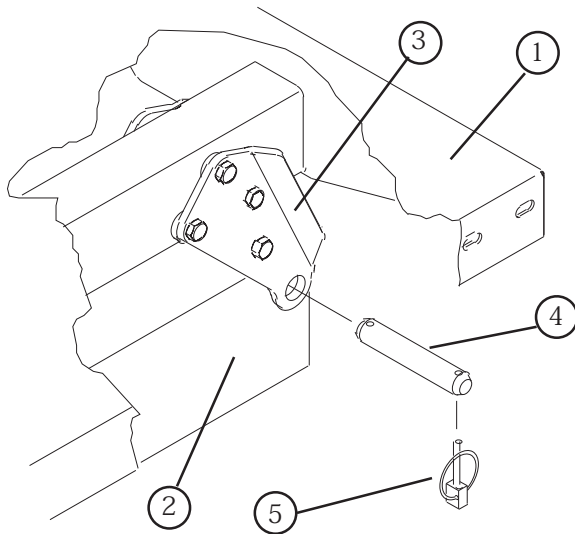

図 10
3. シリンダロッドの端部を荷台取り付けプレートのスロットに固定しているクレビスピンを外す。(図10)
注：リア・ピボット・プレートは、下端が後部に向かって下がるように荷台のフレーム/チャンネルに取り付けるようにしてください（図10）。
2. 車体のフレームに注意深く荷台を降ろし、荷台のピボット・プレートの穴と後フレーム・チャンネルの穴をそろえ、クレビスピンとリンチ・ピン（各 2 本）を差し込む（図 10）。
3. 荷台を降下させた状態で、シリンダ・ロッドの端部を、荷台の取り付けプレートについている適当な穴にセットし、クレビスピンとリンチ・ピンで固定する。クレビス・ピンは荷台の外側から差し込み、リンチ・ピンが荷台の外側に向いているようにする（図10）。後ろ側の穴はフルサイズの荷台用、前側の穴は 2/3 サイズの荷台用である。